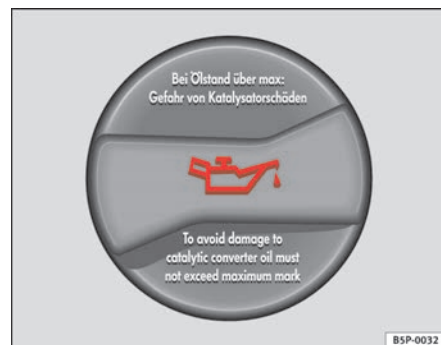

Fig. 157 Tapón de la boca de llenado de aceite del motor en el vano motor
- Desenrosque el tapón de la boca de llenado de aceite del motor ⇒ fig. 157.